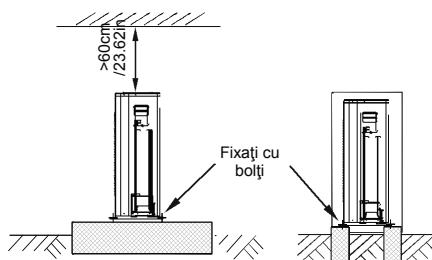

Fig.6-15
- Realizați o fundație de beton conform specificațiilor unităților de exterior.(Consultați Fig.6-15)
- Fixați picioarele acestui aparat ferm cu bolti pentru a preveni căderea în caz de cutremur sau vânt puternic.(Consultați Fig.6-15)